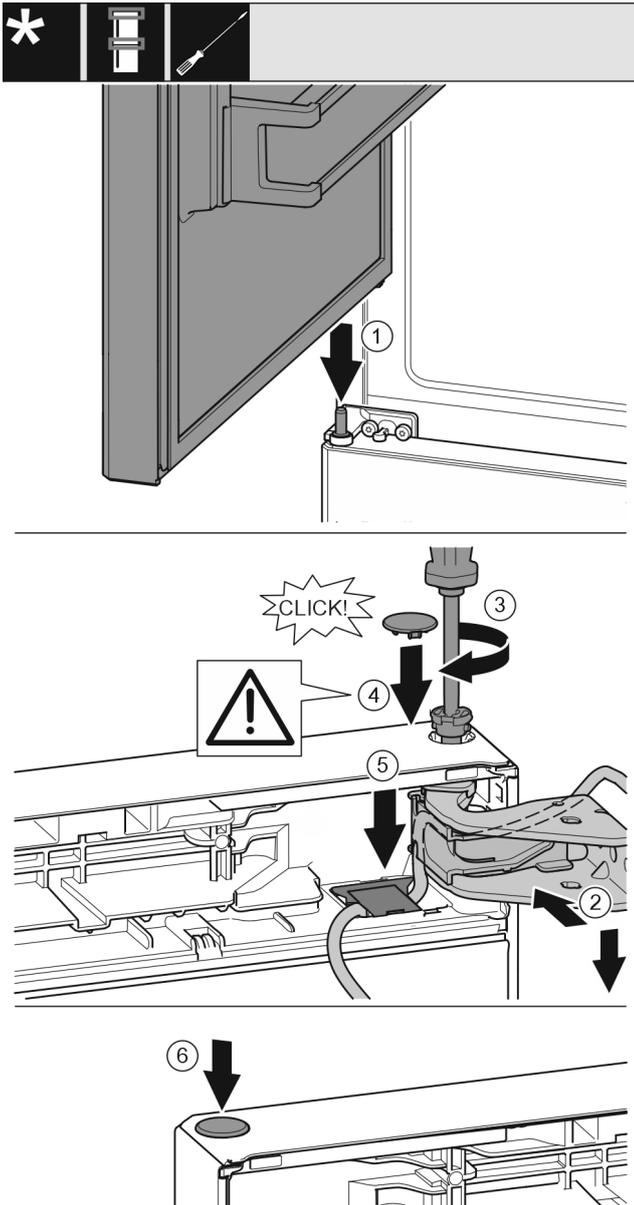

Fig. 43
- ▶ Установите верхнюю дверь на средний опорный палец Fig. 43 (1).
- ▶ Выровняйте дверь вверху по отверстию в опорном кронштейне. Fig. 43 (2)
- ▶ Вставьте палец Fig. 43 (3) и затяните отверткой.
- ▶ Установите предохранительную крышку Fig. 43 (4) для защиты двери: вставьте предохранительную крышку и проверьте, прилегает ли она к двери. В ином случае вставьте палец полностью.
- ▶ Установите крышку Fig. 43 (5) и прижмите вниз до момента фиксации.
- ▶ Вставьте заглушку Fig. 43 (6).